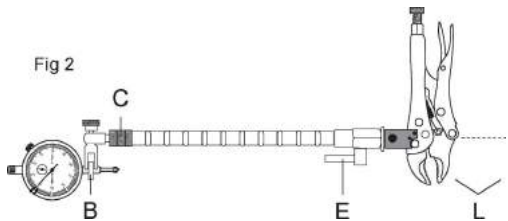

Fig 2
1. Ustaw regulowany słupek mocujący, wyreguluj słupek elastyczny przez zaciskanie lub luzowanie regulatora (C), tak aby obrócenie dźwigni (E) o 90 stopni spowodowało unieruchomienie słupka. Rys. 2.
2. Za pomocą dołączonej podkładki (K) podłącz regulowany słupek mocujący do szczyptec samozaciskowych, jak przedstawiono na rys. 2.
4. Podłącz czujnik zegarowy do zacisku mocującego (B) jak przedstawiono na rysunku. Zaciśnij palcami śrubę mocującą.